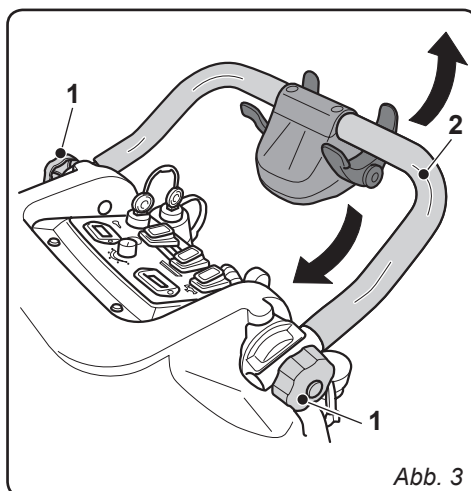

Abb. 3
3.1.a - Positionierung der Handstange (Abb.3)
- Lockern Sie die Handräder (1).
- Setzen Sie den Handgriff (2) auf die gewünschte Höhe und drehen Sie dann die Handräder (1) fest.